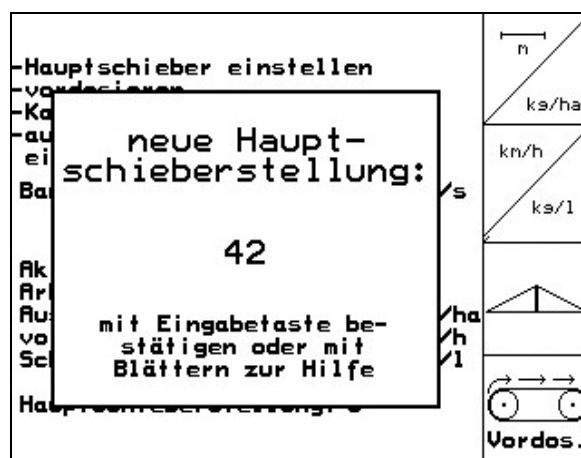

Рис. 38
- Рассчитывается и показывается новое положение основной заслонки (Рис. 38).